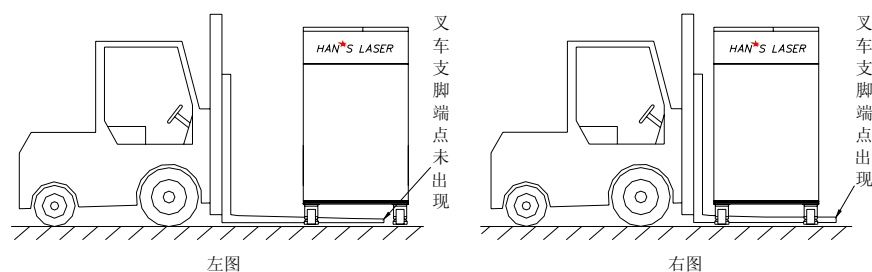

图 7-11 设备垫离地面示意图
- 5) 为防止受潮, 设备包装箱应垫离地面高度至少要求为 20cm, 即图中所示的垫脚木高度 $h \geq 20\text{cm}$ 。如图 7-11 所示: